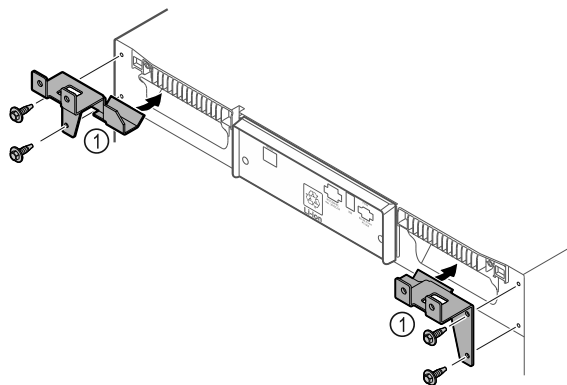

Fig. 10
- ▶ Montare i fermi Fig. 10 (1) sull'apparecchiatura con le viti annesse.